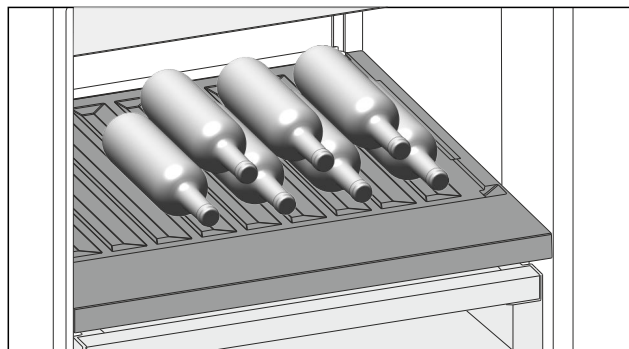

Fig. 81
- ▶ 将瓶底向后对着后壁放入瓶子。(参见 Fig. 81)